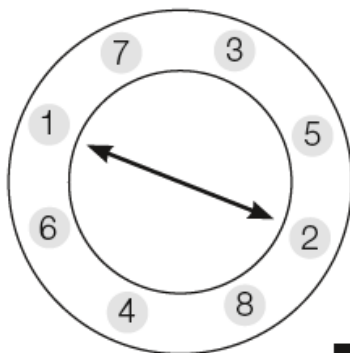
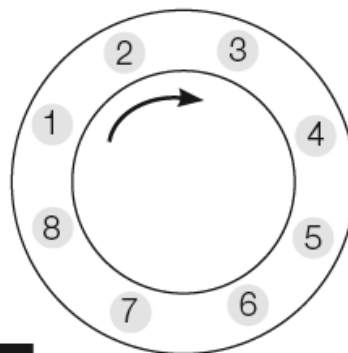

Abb. 2
Abb. 3
3. Serrare le viti (in base alla coppia di serraggio\*) stringendole ripetutamente in sequenza incrociata (v. Fig. 2) e a forma di circolo (v. Fig. 3)